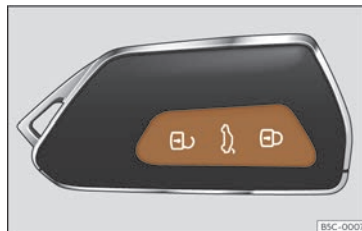

Fig. 79 Chave por control remoto:teclas.
- Bloquear: prema o botón  » **fig. 79.**